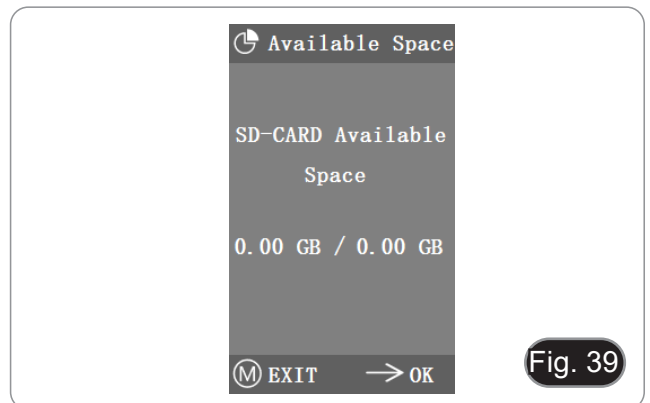

Fig. 39
2. Si "0.00 Gb / 0.00 Gb" (Fig. 39) s'affiche, la carte SD n'a pas été insérée correctement ; essayez de l'insérer à nouveau.